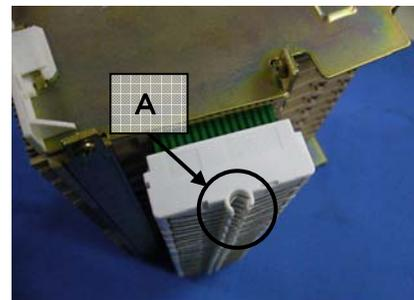

図2
- 1) 90-CRを90号保安器のTS部に差し込みます。90-CRの差し込みが終了したら、図2のAの部分に90号用アース棒を挿入します。なお、95号保安器のときは95号用アース棒をお使いください